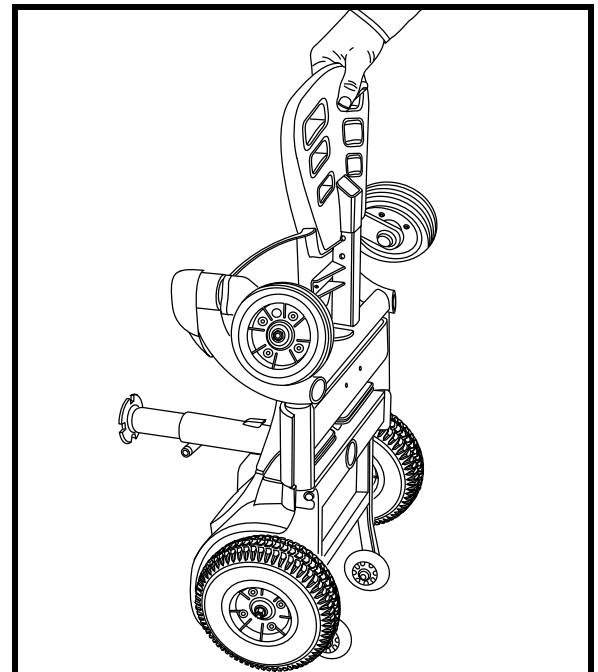

Abb. 15. Anheben des Vorderteils
3. Greifen Sie die Fußstütze und heben Sie das Vorderteil in eine senkrechte Position auf das Heckteil. **Siehe Abb. 15.**